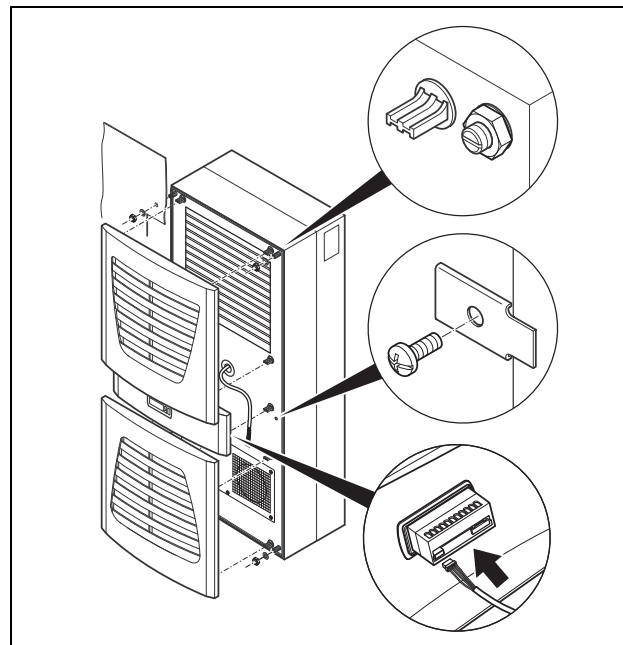

Fig. 18 : Fixer le climatiseur
- Effectuer éventuellement une fixation supplémentaire en utilisant les tôles de fixation jointes à la livraison (voir fig. 18).